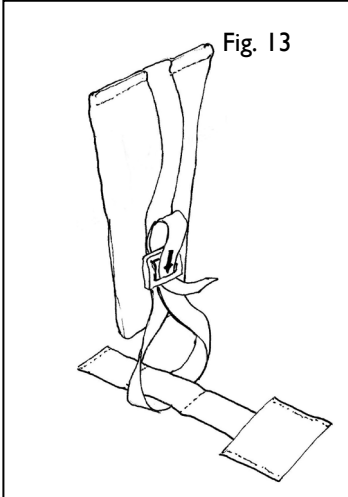

Fig. 13
**Feste skrittputen;** tre stroppen på bunnen av puten gjennom løkken på setet (se Fig 13) og tilbake gjennom båndløkken på bunnen av skrittputen; juster lengden og fest spennen.